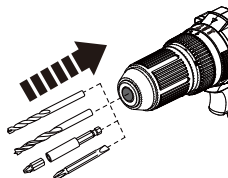

Fig. 2
- > Inserir a broca até ao batente (Fig. 2). Para brocas mais pequenas, garantir um comprimento de trabalho suficiente. Se utilizar uma broca de 25 mm, introduza-a na tomada de um porta-brocas.